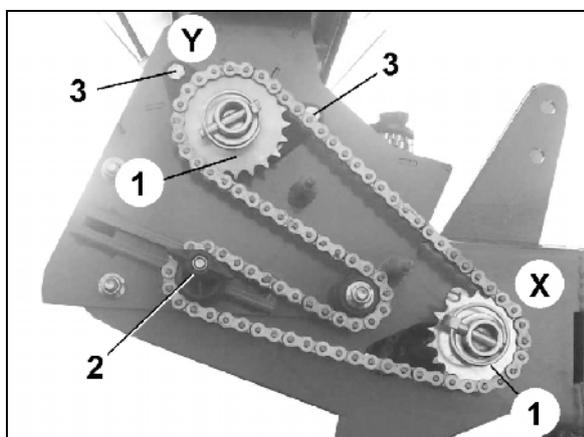

Fig. 20
3. Aflojar el tensor de cadena (Fig. 20/2).
6. Aflojar los tornillos del cojinete del eje dosificador (Fig. 20/3) sólo en el lado de accionamiento.